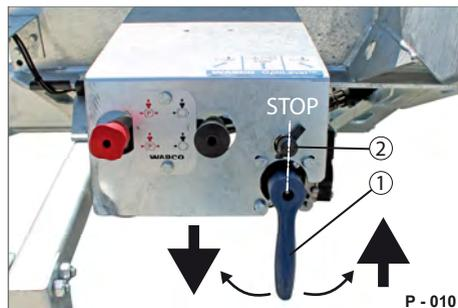

Abb. 20 Bedienkonsole
- ▶ Drehen und halten Sie den Ventilhebel (Abb. 20/1) in die benötigte Richtung.